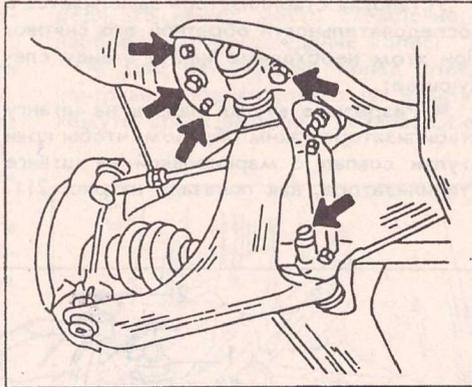

Рис. 210. Стрелки указывают на места крепления поперечного рычага подвески. Ось рычага (нижняя правая стрелка) крепится после опускания автомобиля на землю.
- Отсоединить поперечный рычаг от внутреннего крепления. Места его крепления показаны на рис. 210. Перед снятием опорного болта обратить внимание на направление его установки.